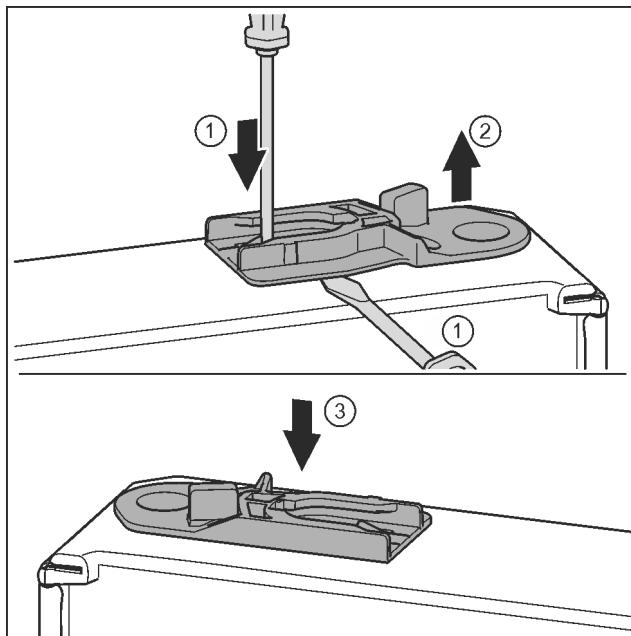

Fig. 32
► 拉出导向轴套：用带槽螺丝刀按住接片的同时将带槽螺丝刀移动到导向轴套下方。Fig. 32 (1, 2)
► 将供货时附带的导向轴套插入外壳的另一侧。Fig. 32 (3)